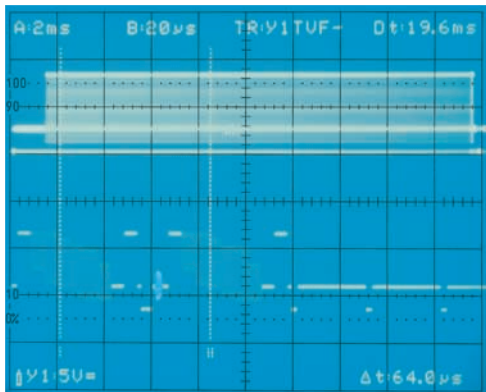

Figure 20 - Représentation analogique optimale d'un signal vidéo (appareil HAMEG)
N.B. : Avec la commutation sur mode analogique, l'entière bande passante est à disposition et la représentation optimale du signal l'est aussi, bien évidemment indépendamment du réglage de la base de temps. Cf. figure 20.